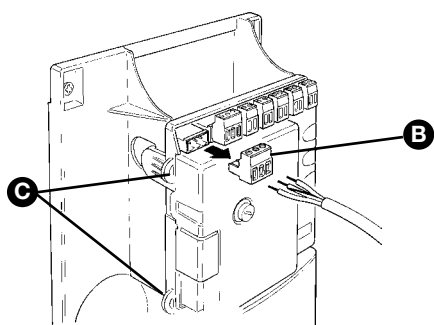

Abbildung 50
- Um die Arbeiten zu vereinfachen, können die Klemmen [A] wie auf Abbildung 50 entfernt werden; die Anschlüsse ausführen, dann die Klemmen wieder anbringen.